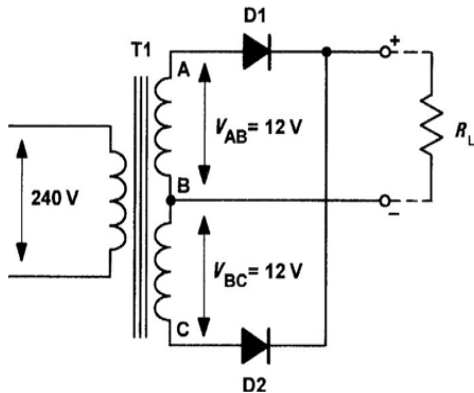

Fig. 1.6: Bi-Phase Rectifier Circuit
- Fig. 1.6 shows a simple bi-phase rectifier circuit.